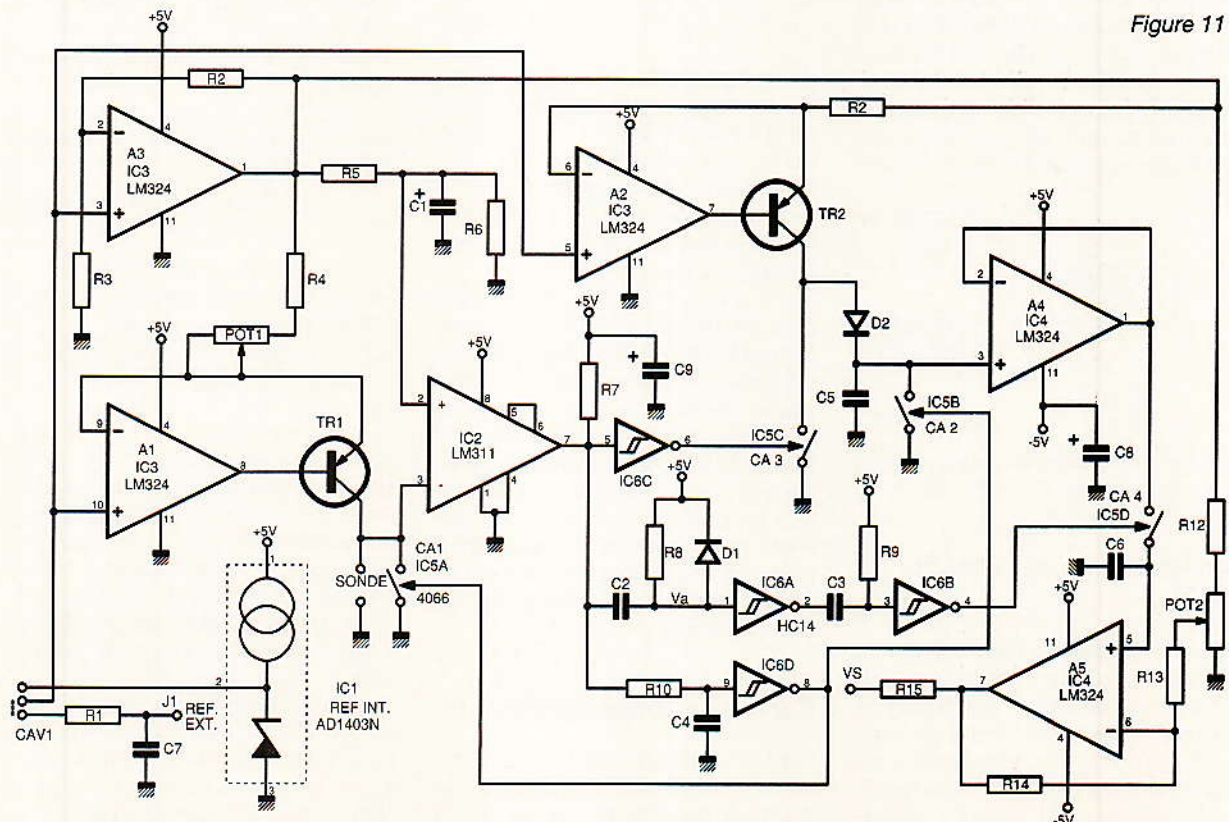

Figure 11
La figure 11 donne le schéma de principe du montage réalisé, sur lequel on peut distinguer les divers éléments déjà étudiés.
Il est, comme on peut le voir sur la figure 11, directement semblable à celui envisagé dans le montage théorique, à la différence près que le suiveur de sortie a été remplacé par le montage construit autour de A_5 . Ceci a deux conséquences : premièrement, la tension sur le condensateur d'échantillonnage C_6 a été simplifiée d'un facteur égal à $2, 1 + (27/27)$, et deuxièmement, la présence du potentiomètre POT_2 permet de régler la tension de sortie à zéro quand $C_{ext} = 0$ ou toute autre valeur. Suivant l'usage qui est fait du montage, cela peut ou non être nécessaire : si l'acquisition de V_s est faite par un ordinateur, il est facile de mesurer la tension à vide ($C_{ext} = 0$), évidemment non nulle du fait des capacités parasites présentes : capacité de collecteur de T_1 , capacité d'entrée du comparateur et du commutateur analogique, etc. et de la retrancher de celle obtenue pour une valeur de C_{ext} , donnée ; si la tension de sortie est directement affichée ou traitée, il vaut mieux que cette correction soit faite pour que $V_s = 0$ si $C = 0$.
Bien que certains éléments aient disparu, nous avons conservé les noms des restants afin de pouvoir comparer les schémas des figures 11 et 18. On remarquera qu'ici aussi, la sortie V_c du comparateur attaque trois circuits différents :
- V_c est aussi comme décrit figures 11 et 12, différenciée pour produire Q_A et $\bar{Q}_A$, ce dernier signal étant appliqué sur l'entrée LE des CD 4511, décodeurs 7 segments équipés de registres d'entrée, afin de charger une nouvelle donnée dans les registres.